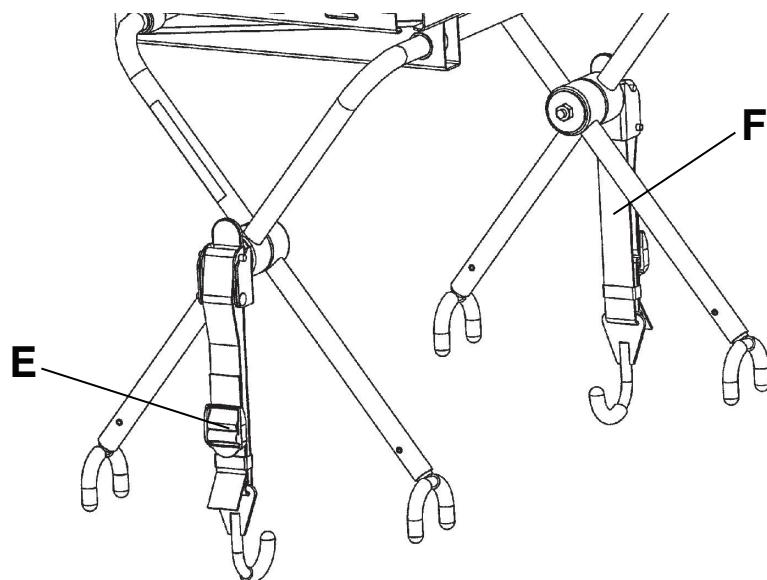

Figure 20 – Attacher le plateau porte-défibrillateur sur la civière
9. Fixer les sangles (E) pour maintenir le défibrillateur sur le plateau porte-défibrillateur (Figure 20).